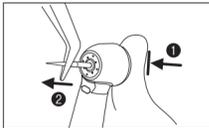

Fig. 8
Carregue na tampa da cabeça para abrir o sistema de fixação (1) e retire a broca (2) (Fig. 8).